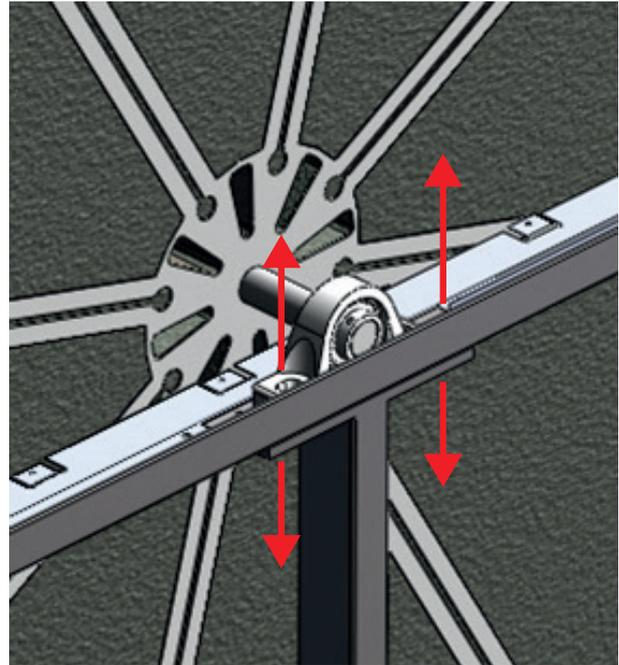

Figure 2. Dégagement pour poutre Model EQ.
- Les paliers de l'échangeur de chaleur Model EQ doivent toujours être facilement accessibles au-dessus et en dessous de la poutre en forme de L afin de permettre des réglages futurs. (H 200 mm (7,87") W :200 mm (7,87")) (Voir Figure 2.)